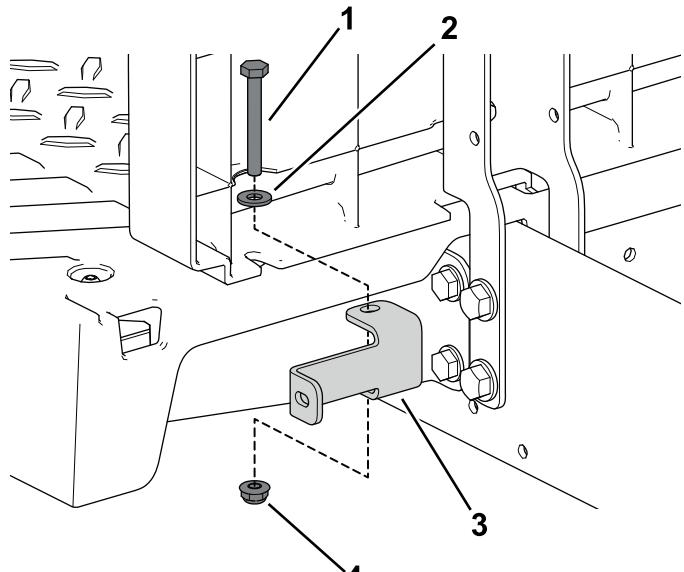

図 87
7. 左右のパネルブラケットを車体に固定するボルト $1/4 \times 2$ インチ2本、ワッシャ、ロックナットを使う図87。
8. 左サイドカバーを座席アセンブリに固定するタッピングねじ4本を使用する図87。